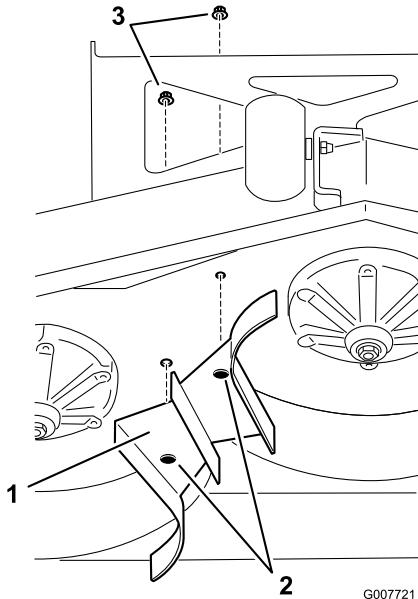

Figura 24
- Rimuovete i due bulloni a testa tonda e i dadi di bloccaggio che fissano il deflettore di mulching centrale al piatto di taglio del tosaerba (Figura 24).